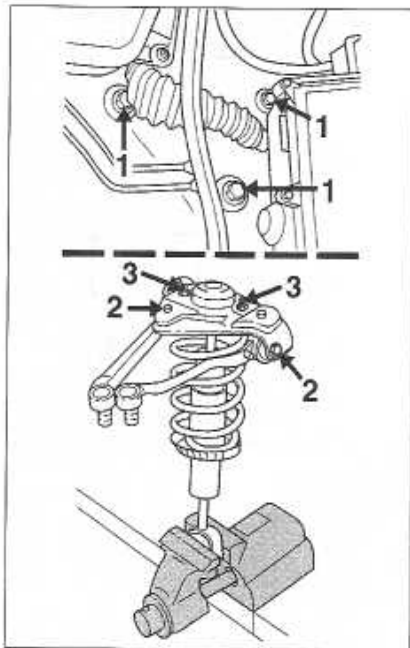

FIGURE 6-4
- le boulon de fixation (1) des bras supérieurs sur le pivot puis les désaccoupler à l'aide d'un extracteur (figure 6-4).
• Immobiliser dans un étau l'élément de suspension, et déposer les vis de fixation (2) des bras supérieurs et des écrous (3) de fixation supérieure de l'élément de suspension sur le palier (figure 6-4).
• Déposer les 3 vis de fixation (1) du palier de fixation de l'élément de suspension dans le compartiment d'auvent (figure 6-4).
- les fixations (2) des bras supérieurs sur le palier puis les déposer (figure 6-4).
- les écrous (3) de fixation supérieure de l'élément de suspension sur le palier de fixation puis déposer celui-ci (figure 6-4).